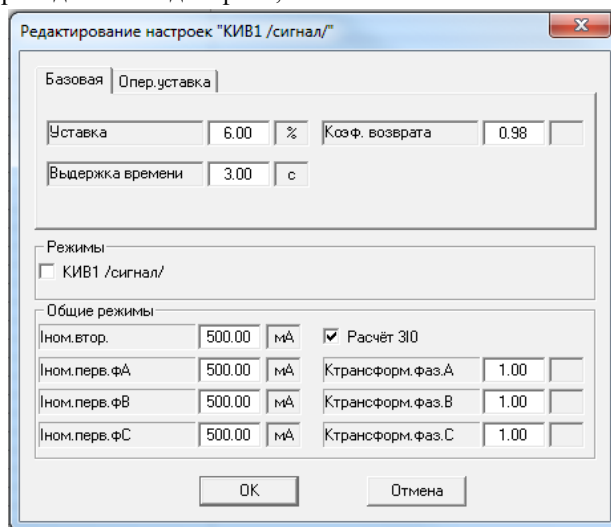

Рисунок 2.3.1 - Редактор настроек «КИВ1 /сигнал/»
«Режимы» (см. рисунок 2.3.1):
- «Общие режимы» (см. рисунок 2.3.1):